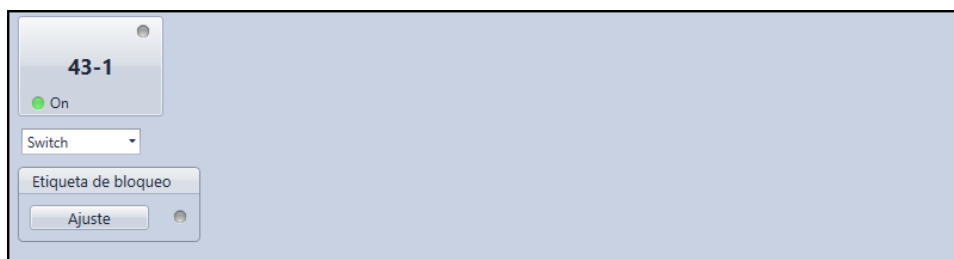

Figura 44-1. Pantalla de Interruptor virtual de control
1. Utilice el Explorador de mediciones para abrir la rama de árbol de Control, Interruptores virtuales (Figura 44-1).
2. Si el Modo de interruptor/pulso está seleccionado en la pantalla de ajustes Interruptor virtual de control (43), en BESTCOMSP_{lus}, utilice la casilla desplegable para seleccionar Interruptor o Pulso.
El etiquetado de los interruptores virtuales de control se puede realizar a través de la pantalla táctil, a través de BESTCOMSP_{lus}, y varios protocolos de comunicación como Modbus® y DNP. Utilice el Explorador de mediciones en BESTCOMSP_{lus} para abrir la rama de árbol de Control, Interruptores virtuales y hacer clic en el botón Establecer. Si el etiquetado se realiza con éxito, el indicador a la derecha del botón Establecer se encenderá en color verde. Un interruptor etiquetado queda señalado por un indicador ámbar en la esquina superior derecha del botón del elemento. Haga clic en el botón Restablecer para eliminar una etiqueta. Consulte la Figura 44-1.